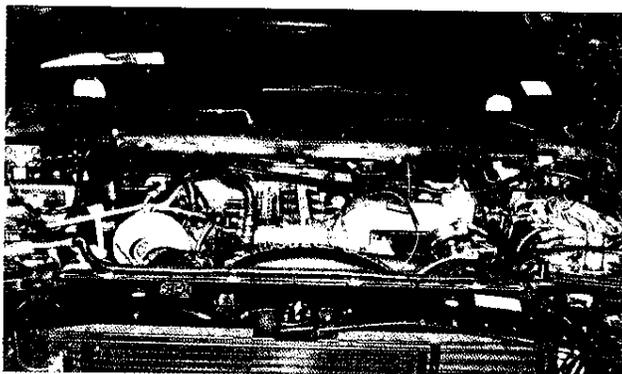

Fig. 14
- a. Encamine el colector de cables por toda la parte superior de la cámara impelente del compartimiento del motor. Consulte la Fig. 14 para la localización general del colector de cables. Éste debe estar orientado de forma tal que el extremo que tiene el cable verde simple con el borne anular esté en el lado del pasajero del compartimiento del motor, y el extremo con los cables amarillo, verde y rojo en el lado del conductor del compartimiento del motor.